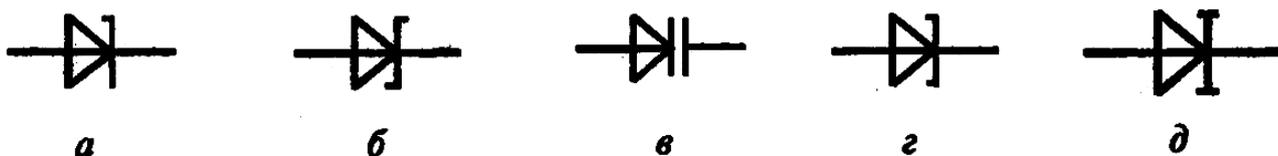

Рис. 3. Графическое изображение полупроводниковых диодов:
**Диод Шоттки.** В диоде Шоттки используется не *p-n*-переход, а выпрямляющий контакт металл-полупроводник. Условное графическое обозначение диода Шоттки представлено на рис. 3, б.
**Варикап.** Это полупроводниковый диод, предназначенный для работы в качестве конденсатора, емкость которого управляется напряжением. Условное графическое обозначение варикапа представлено на рис. 3, в.
**Туннельный диод.** Это полупроводниковый диод, в котором используется явление туннельного пробоя при включении в прямом направлении. Характерной особенностью туннельного диода является наличие на прямой ветви вольт-амперной характеристики участка с отрицательным дифференциальным сопротивлением. Условное графическое обозначение диода представлено на рис. 3, г.